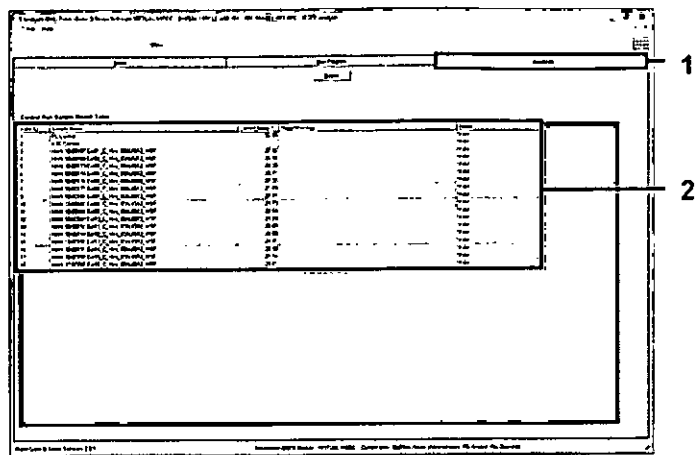

Ilustración 8. Pestaña "Analysis" (Análisis) (1) e informe de los resultados (2 = Tabla de resultados de CC de la muestra)
Nota: si la pestaña "Analysis" (Análisis) no se abre, haga clic en la pestaña "Analysis" (ilustración 8).
20. Los resultados de control se presentan de la siguiente manera en la tabla de resultados del CC de la muestra (ilustración 8).